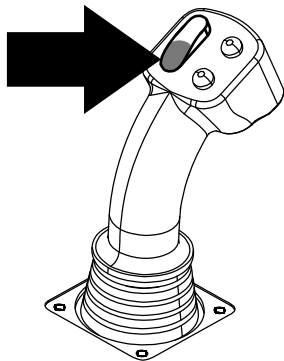

Figure 22
**Important:** Maintenez bien le bas de l'interrupteur à bascule de la came enfoncé sur le levier de commande gauche jusqu'à la fin de chaque étape (Figure 22).